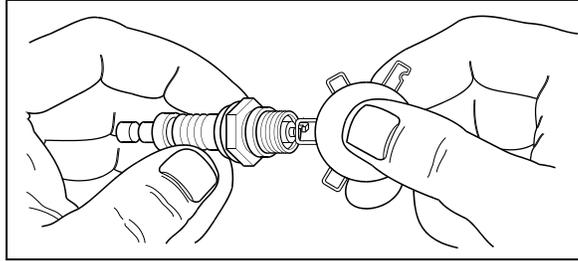

Figura 4-5: Ajuste de la separación del electrodo de bujía
5. Compruebe la separación de los electrodos de bujía usando un calibrador de espesores de alambre. Vea la Figura 4-5. Ajuste la separación doblando cuidadosamente el electrodo de conexión a tierra: